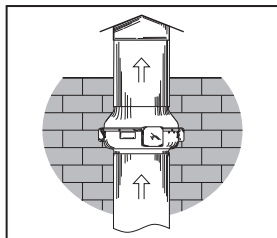

Рис. 5
1. В случае вертикального монтажа: установите сверху защитный зонт (рис. 5).